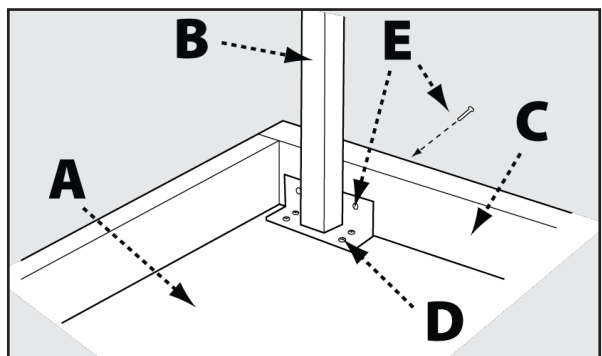

FIGURE 10
1. Posez la table en bois (A) à l'envers sur le sol ou un banc.
2. Positionnez les pieds (B) dans le coin comme indiqué (Fig. 10), la paroi verticale de la plaque d'angle sur le pied doit être placée contre la paroi en bois (C) de la table.